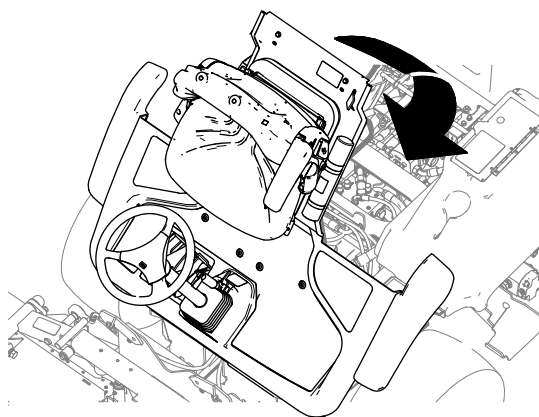

Figura 45
1. Abbassate la piattaforma con cautela (Figura 45).